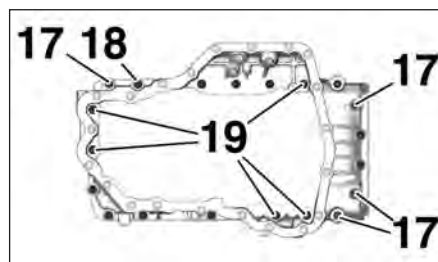

FIG.20
- Remonter les vis du carter supérieur à leur position d'origine ; Il existe 2 montages (Fig.20) :